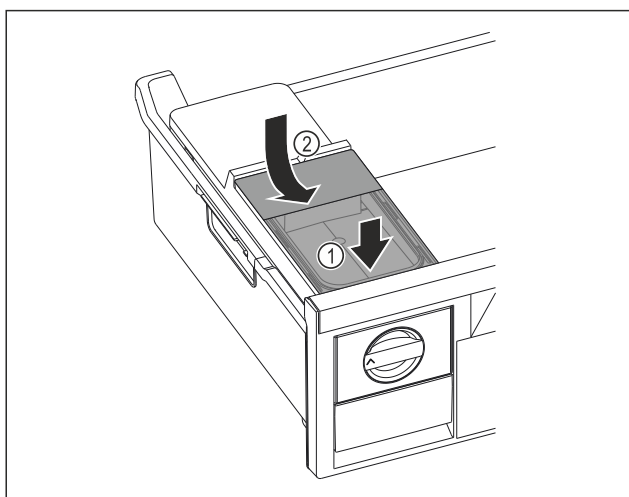

Fig. 125
- ▶ Nasadte vpředu nádržku na vodu. Fig. 125 (1)
- ▶ Spusťte nádržku na vodu vzadu dolů. Fig. 125 (2)